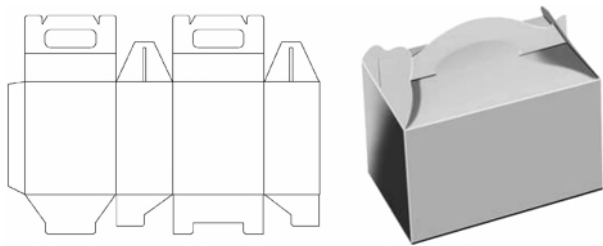

图 1 提手礼盒设计
3. 强化学生实践动手能力。课程中安排了盒型打样实验、盒型 3D 效果展示,包装跌落测试等实践教学环节,通过成品的制作,效果的展示,完成作品从平面到立体的转化(如图 1 所示),极大地提高学习兴趣。